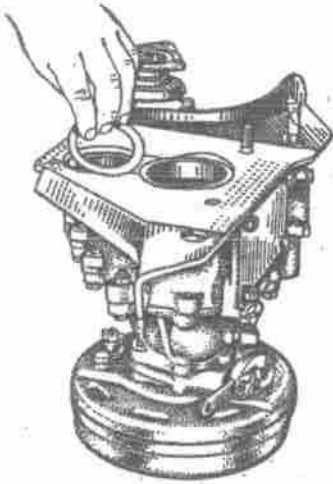

Bild 142. Verteilergetriebe mit Aufhangungsplatte, Anschlagring und Dichtung
7. Beilage auf die Aufhängungsplatte legen (Bild 142).